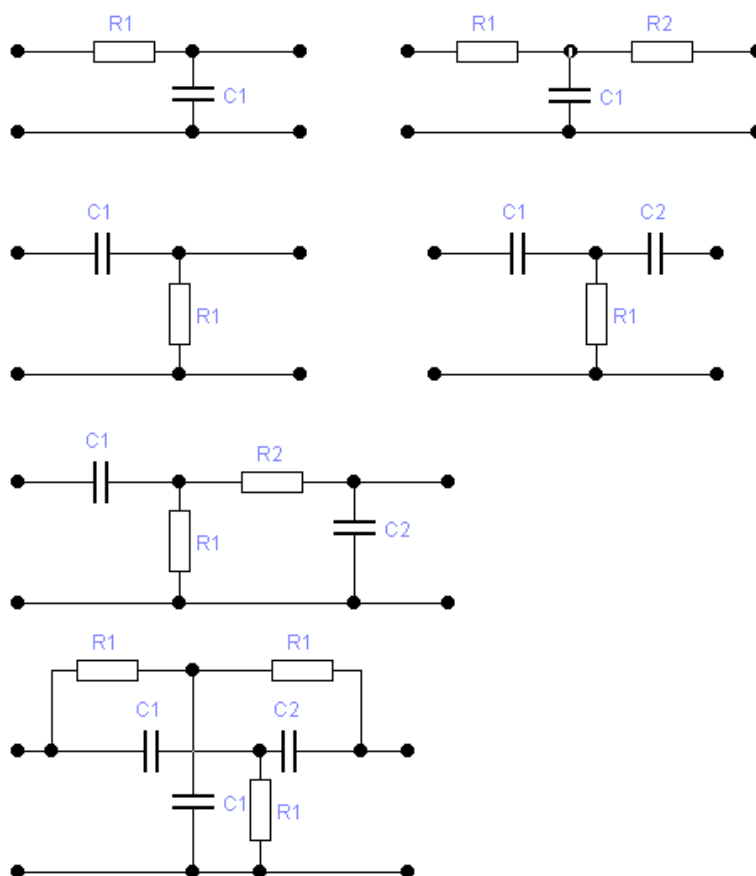

Рис. 1. Пассивные RC-фильтры.
a. RC-фильтры нижних частот (рис.1 а,б).
b. RC-фильтры верхних частот (рис.1 в,г).
c. Полосовой RC-фильтр (рис.1 д) состоит из одного звена ФВЧ и одного звена ФНЧ, включенных последовательно.
d. Заграждающий RC-фильтр (рис.1 е) состоит из одного звена ФНЧ и одного звена ФВЧ, включенных параллельно.